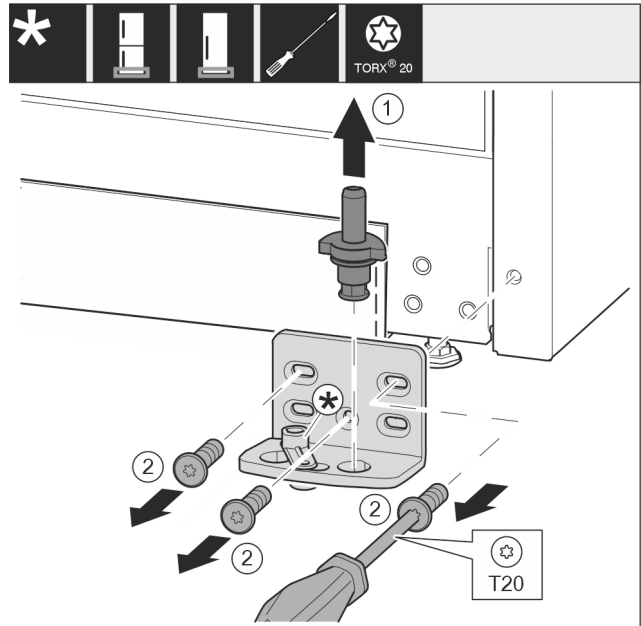

Fig. 16 *
- Nxirrni jashtë komplet bulonin e rrotullimit Fig. 16 (1) nga lart.*
- Lironi vidat Fig. 16 (2) me një kaçavidë dhe hiqni bazamentin mbështetës.*